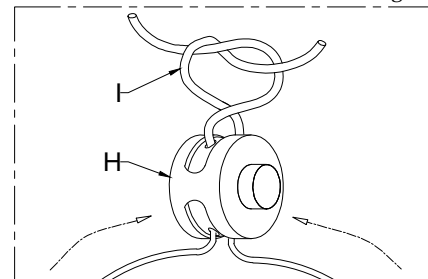

Fig. 6
- Effettuare nodo di sicurezza (I) alla corda elastica dopo la clip (H) (Fig.6)
- Perform safety knot (I) on the elastic rope after the clip (H) (Fig.6).